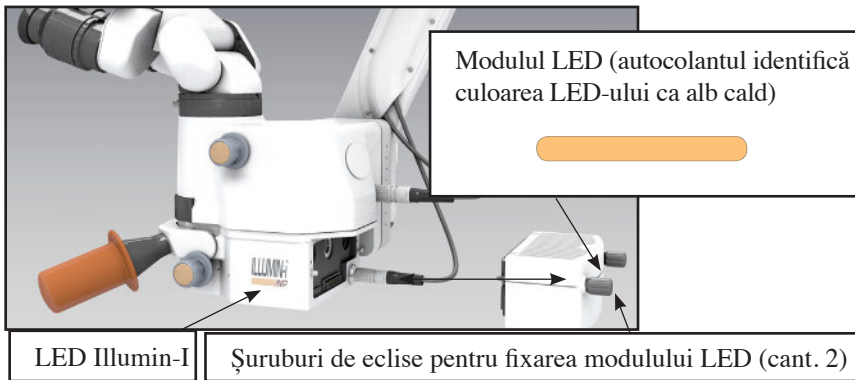

Figura 4-4 Înlocuirea Cartușului Modulului LED
2. După ce s-a răcit timp de cel puțin cinci minute, ținând modulul LED cu o mână, slăbiți cele două butoane de blocare rotindu-le spre stânga până când sunt slăbite, glisați modulul LED în afară, (Figura 4-4).